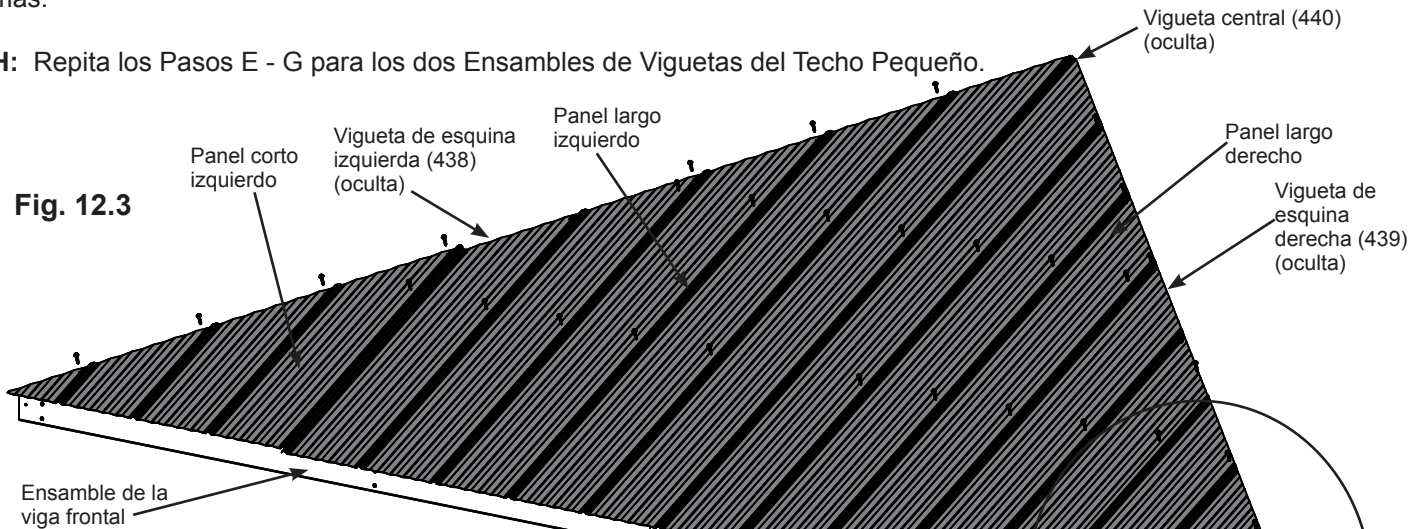

Fig. 12.3
E: Coloque un Panel Corto Izquierdo en el Ensamble de Viguetas del Techo Pequeño superpuesto con el Panel Largo Izquierdo, de manera que quede nivelado con los laterales de la Vigüeta de Esquina Izquierda (438) y que sobresalga levemente por la parte inferior del Ensamble de la Viga Frontal. No debe sobresalir en las esquinas. (fig. 12.3 y 12.4)
F: Coloque un Panel Corto Derecho en el Ensamble de Viguetas del Techo Pequeño superpuesto con el Panel Largo Derecho, de manera que quede nivelado con los laterales de la Vigüeta de Esquina Derecha (439) y que sobresalga levemente por la parte inferior del Ensamble de la Viga Frontal. No debe sobresalir en las esquinas. (fig. 12.3 y 12.4)
G: Fije todos los paneles al Ensamble de Viguetas del Techo Pequeño con 31 tornillos para techo No.8 x 1" (2.54 cm) en los lugares que se indican en la fig. 12.3. No coloque ningún tornillo en la fila inferior. Asegúrese de no ajustar los tornillos de más.